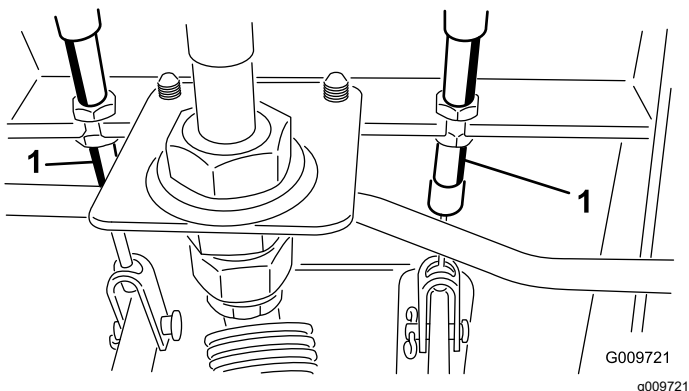

Figura 65
- A. Desaperte a porca dianteira na extremidade roscada do cabo do travão (Figura 65).